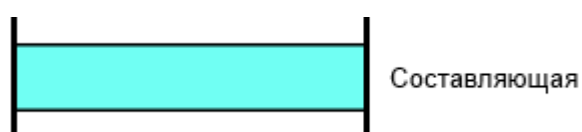

Рисунок 13.70 – Заявка на составляющую, отсутствует заявка на блок
- 4) Подана заявка на одну составляющую блока, отсутствует заявка на блок, срок ремонта которой пересекается со сроком ремонта составляющей (Рисунок 13.70), при этом: